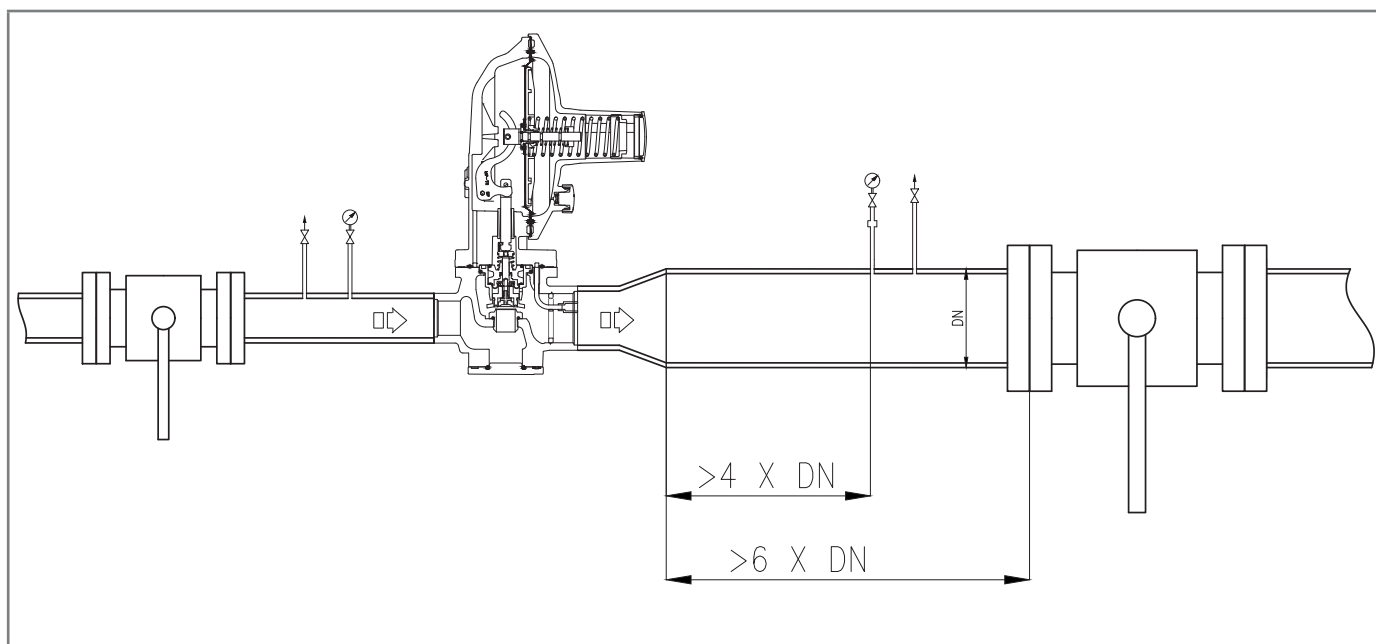
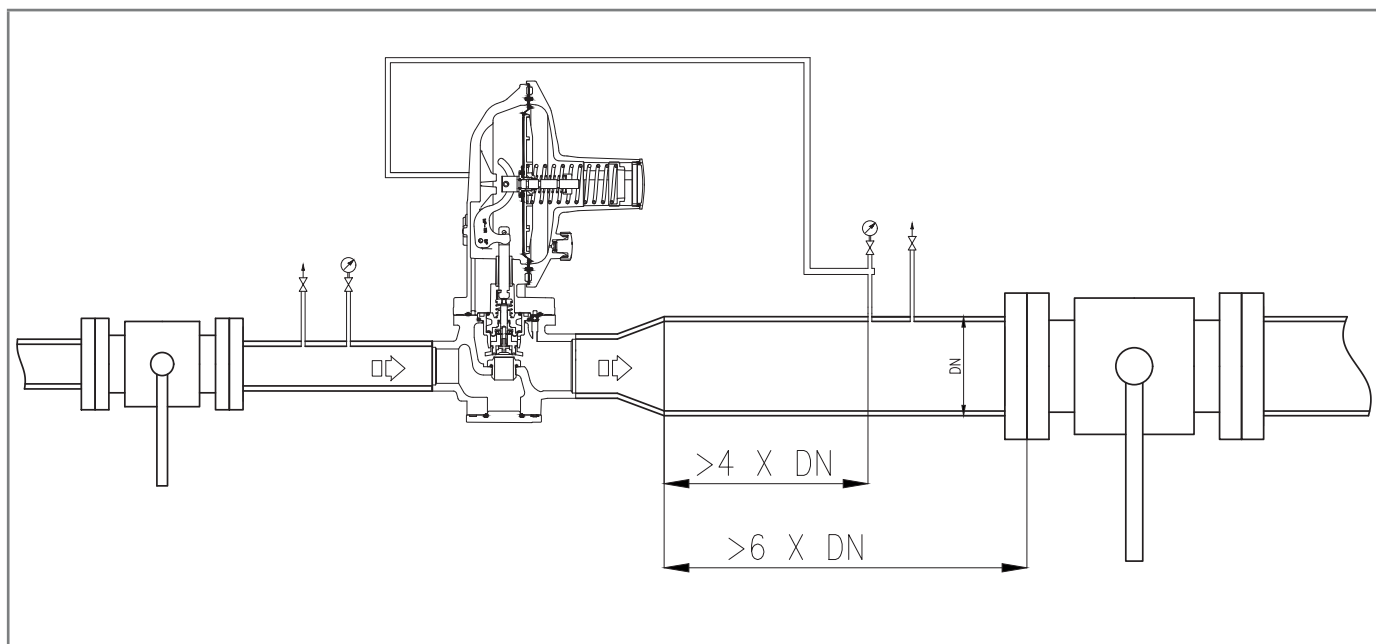
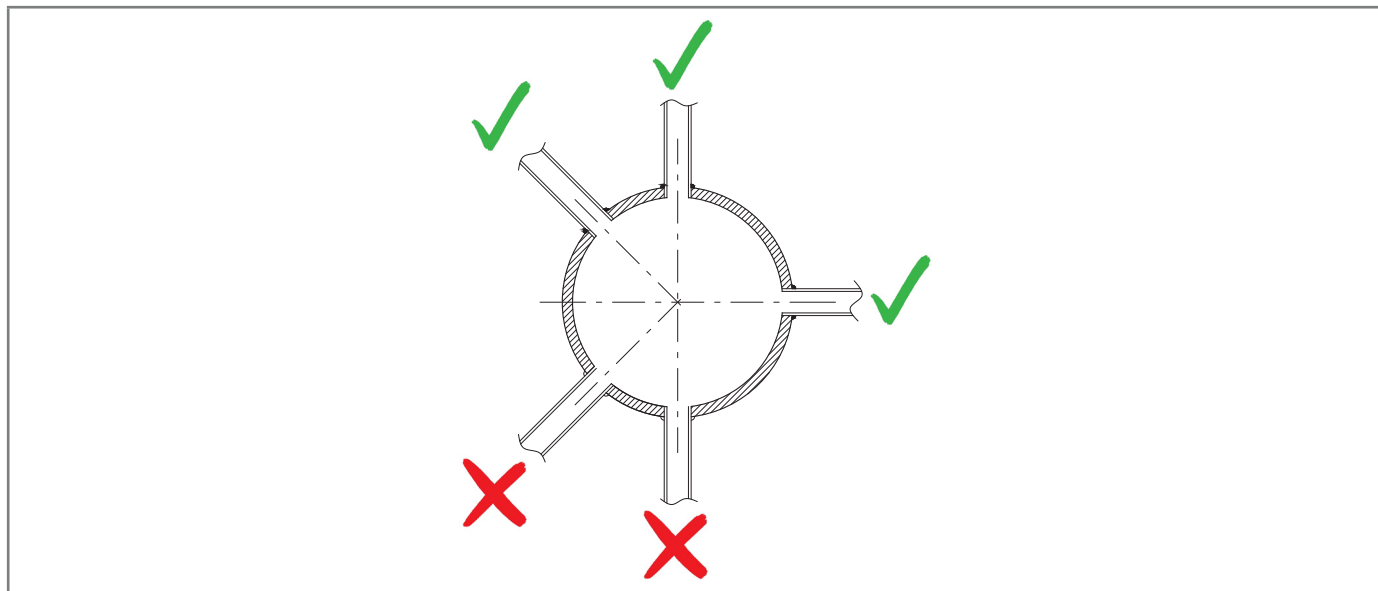

Fig. 6.13. Collegamento prese d'impulso alla tubazione di valle DIVAL 500
Fig. 6.14. Collegamento prese d'impulso alla tubazione di valle DIVAL 500 con funzione di monitor
Fig. 6.15. Attacchi saldati della tubazione
Per l'apparecchiatura Dival 500 le prese d'impulso sono interne (Fig. 6.13), per il Dival 500 con funzione di monitor in linea le prese d'impulso sono esterne (Fig. 6.14).
- gli attacchi della connessione pneumatica siano sempre saldati sulla parte superiore o sull'asse orizzontale della tubazione stessa (fare riferimento a Fig. 6.13 e Fig. 6.15);